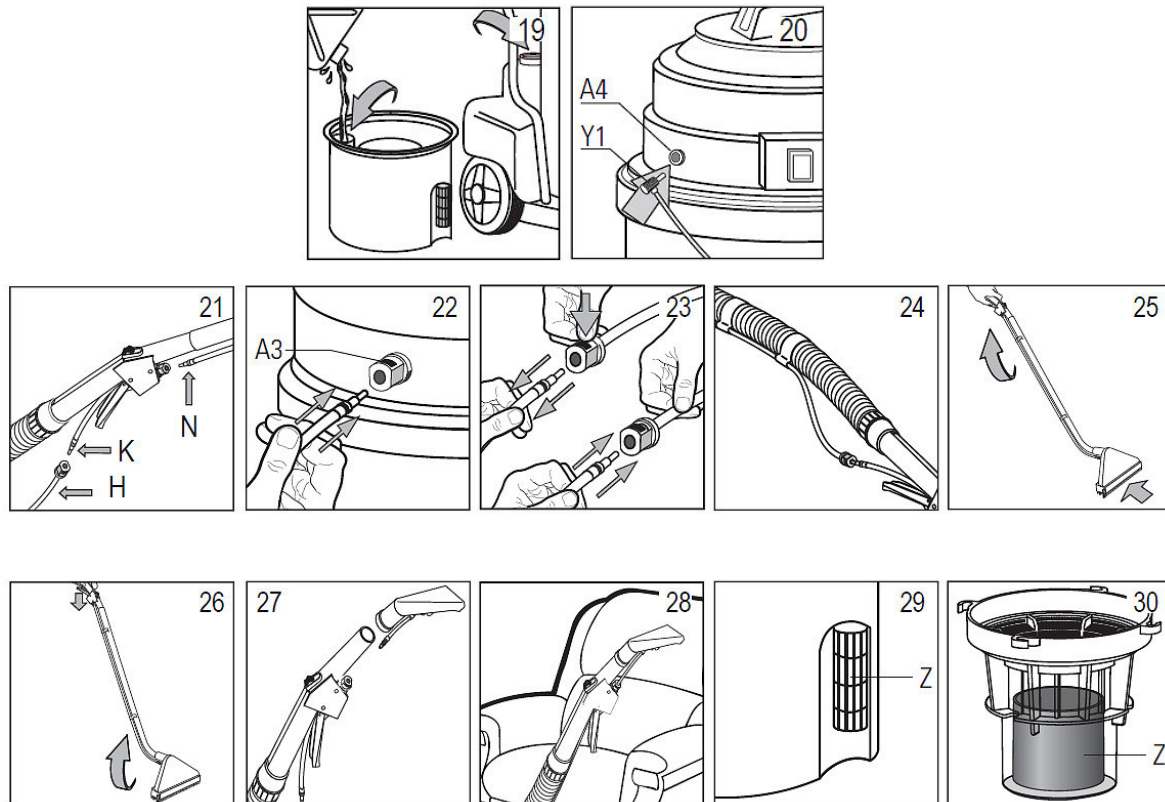
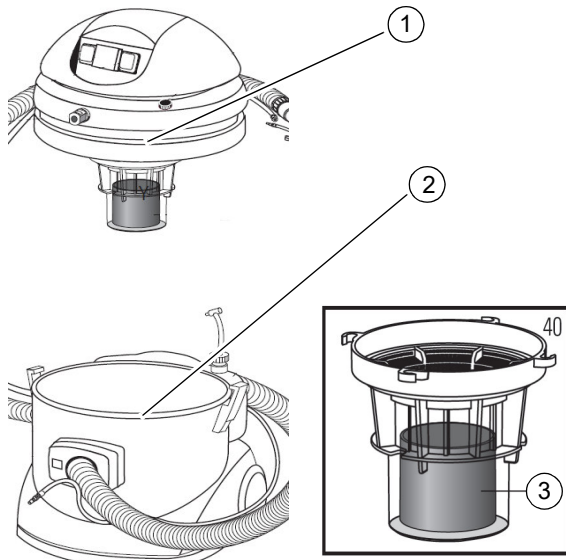

Abb. 17: Reinigen mit dem Injektionssaugsystem flexCAT 262 PD
Abb. 18: Dichtungen
- Abscheider IDRO H2 im Körper einsetzen (Bild 17)
- Den Saugkopf C auf dem Behälter anbringen und die beiden Schnappschlüssel schließen (Bild 18)
- Das Gerät am Stromnetz anschließen und den Saugmotor durch Betätigung des roten Schalters einschalten (Bild 17); Die Saugleistung können Sie durch drehen des Potentiometers regulieren (Bild 18).
- Beispiele der Anwendung des Gerätes als Flüssigkeitssauger (Bild 18)